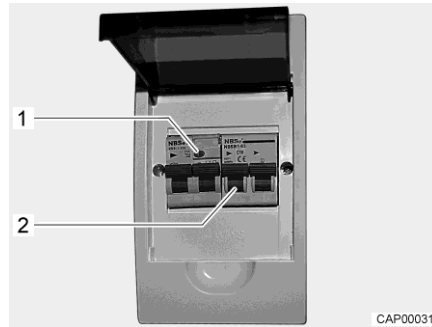

Bild 47 230-V-Sicherungskasten mit Leitungsschutzschalter und FI-Schalter
Ein Fehlerstrom-Schutzschalter (FI-Schalter) im Sicherungskasten sichert das gesamte Fahrzeug gegen Fehlerstrom (0,03 A) ab. Der nachgeschaltete Leitungsschutzschalter (10 A) (Bild 47,2) sichert das 230-V-Bordnetz ab.
- Wenn das Fahrzeug an die 230-V-Versorgung angeschlossen ist, die Prüftaste (Bild 47,1) drücken. Der Fehlerstrom-Schutzschalter muss auslösen.